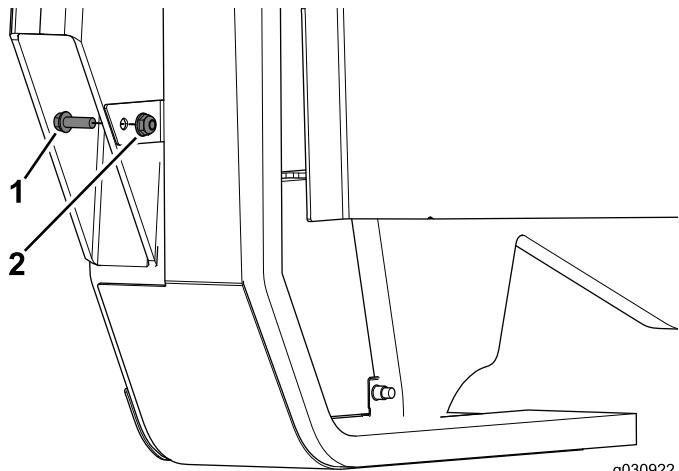

図 30
3. ボルト 1/4 x 3/4 インチとフランジナット 1/4 インチを使って、パネルアセンブリの組み付けを終わらせる図30。